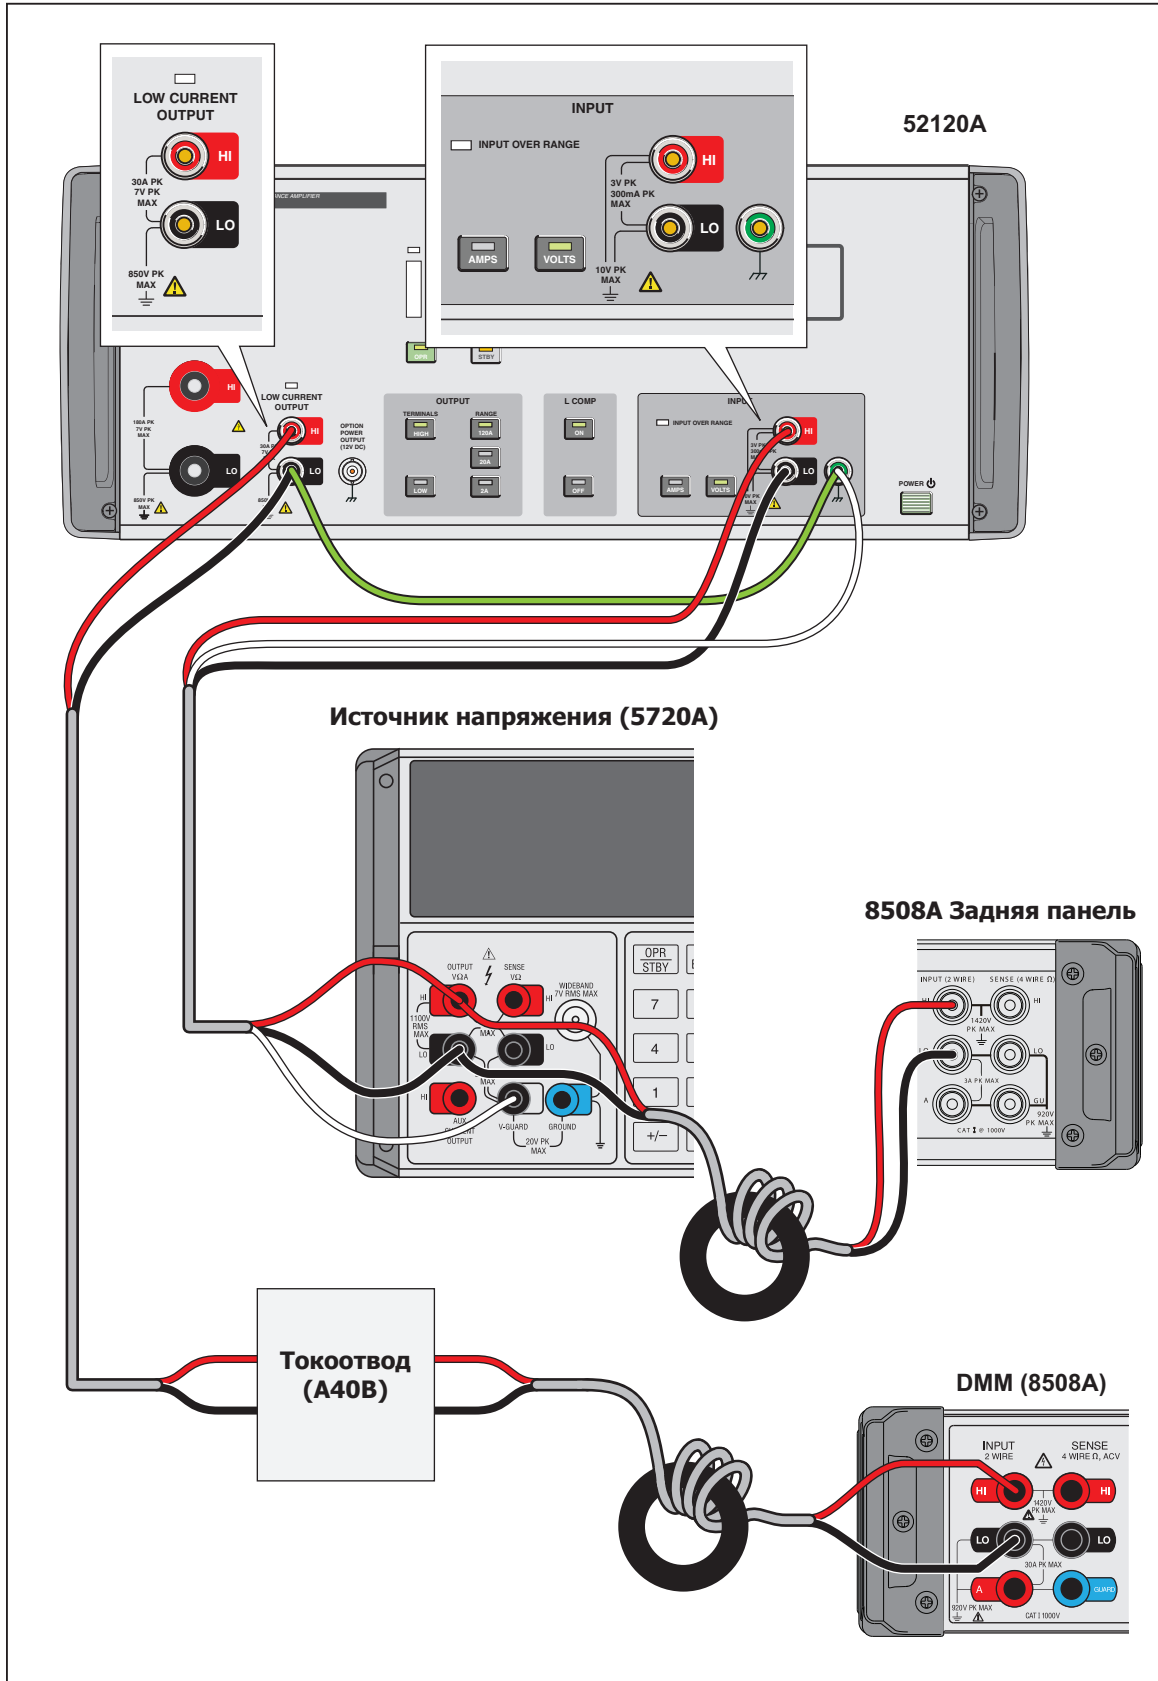

Рисунок 5-2. Настройка корректировки калибровки
- Подключите шунт, подходящий к диапазону транскондуктивного усилителя, как показано на рис. 5-2.
5. Подключите к выходному разъему прибора входной разъем цифрового мультиметра с помощью шунта для тока 2 А. См. рис. 5-2.
36. Подключите выходной разъем усилителя к входному разъему цифрового мультиметра с помощью шунта для тока 20 А. См. рис. 5-2.